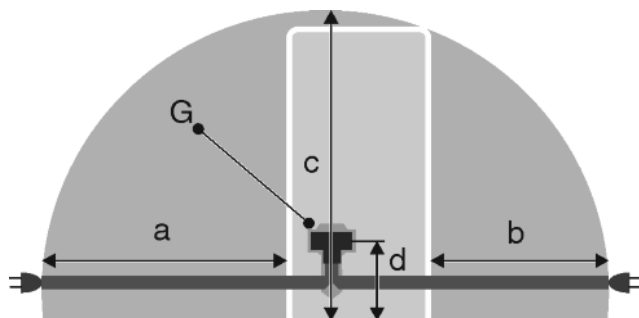

Fig. 41
- Zásuvka sa nachádza mimo oblasti zadnej strany zariadenia v uvedenej oblasti Fig. 41 (a, b, c).
- ▶ Zástrčku zariadenia Fig. 41 (G) zastrčte na zadnej strane zariadenia. Dbajte na správne zaklapnutie.